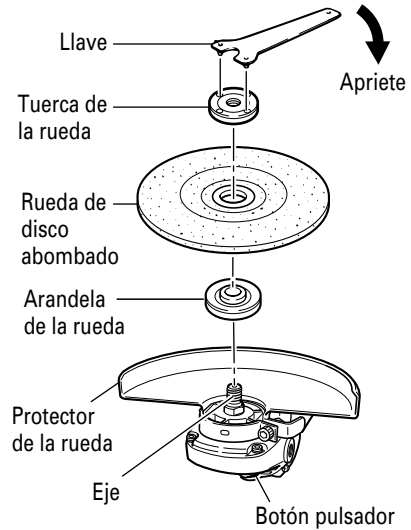

Fig. 5
10. Compruebe el botón pulsador. Cerciórese de que el botón pulsador esté desenganchado presionándolo dos o tres veces antes de conectar la alimentación de la amoladora. (Fig. 5)
- (1) Dé la vuelta a la amoladora de forma que el eje quede encarado hacia arriba.
- (2) Alinee la muesca ovalada de la arandela de la rueda con la muesca del eje, y después fíjelas.
- (3) Fije la parte saliente de la rueda de disco abombado en la arandela de la rueda.
- (4) Atornille la rueda en el eje.
- (5) Presionando el botón pulsador con una mano, bloquee el eje girando lentamente la rueda de disco abombado con la otra mano. Apriete la tuerca de la rueda utilizando la llave suministrada como se muestra en la Fig. 5.